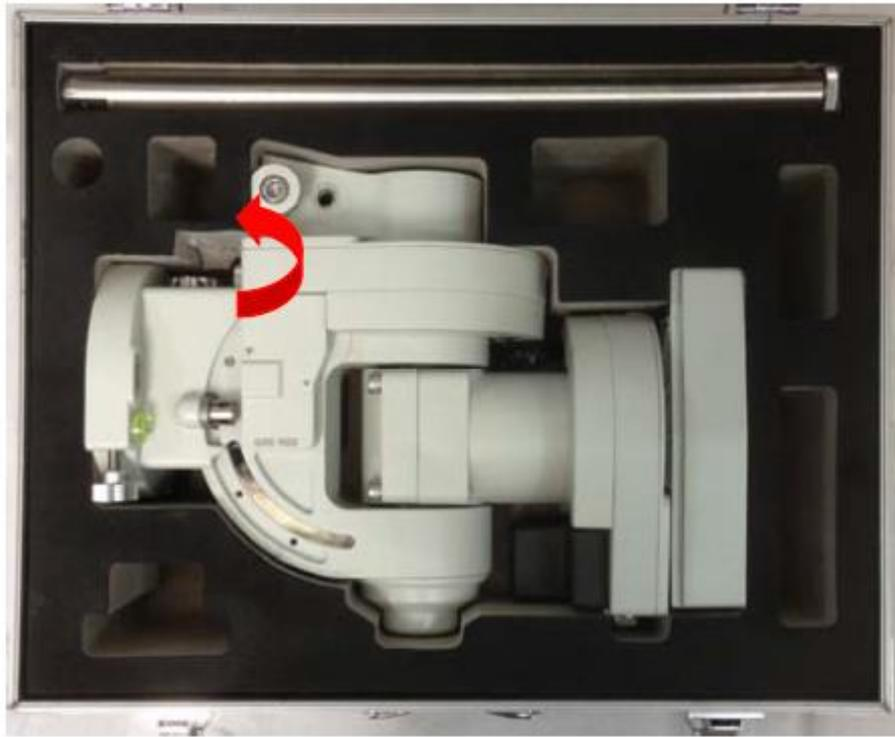

图 3
- 在将赤道仪从包装箱中取出前, 先将赤经轴离合旋钮逆时针 (Engage) 旋转到底 (因为运输过程中赤经轴处于自由状态), 再按(图 3)所示将赤道仪从包装箱中取出。